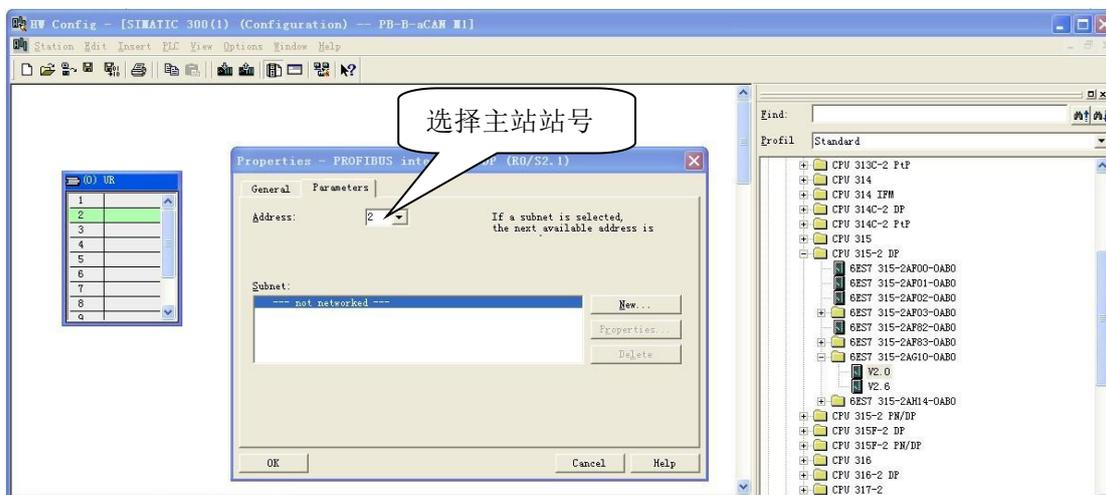

图4-4
- (4) 配置机架：Hardwear Catalog\SIMATIC 300\RACK-300\Rail 双击；
- (5) 配置 CPU：点中机架 UR 2 槽 → Hardwear Catalog\SIMATIC 300\CPU-300\CPU 315 - 2 DP\6ES7315-2AG10-0AB0(本例) 双击，见图 4-4 所示，并选择 PROFIBUS 主站站号。